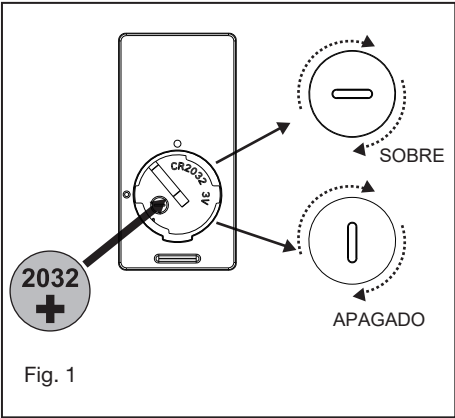

Fig. 1
- 1 Retire uno de los tres tornillos en el cubo de montaje ubicado en el motor del ventilador. Afloje los otros 2 tornillos. (No quitar) (Fig. 1)
Retire el panel del transmisor y luego instale una batería 2032 (incluida). Necesita usar una moneda para abrir o cerrar la tapa de la batería. Para evitar daños en el transmisor, retire la batería si no se usa durante largos períodos de tiempo (Fig.1)